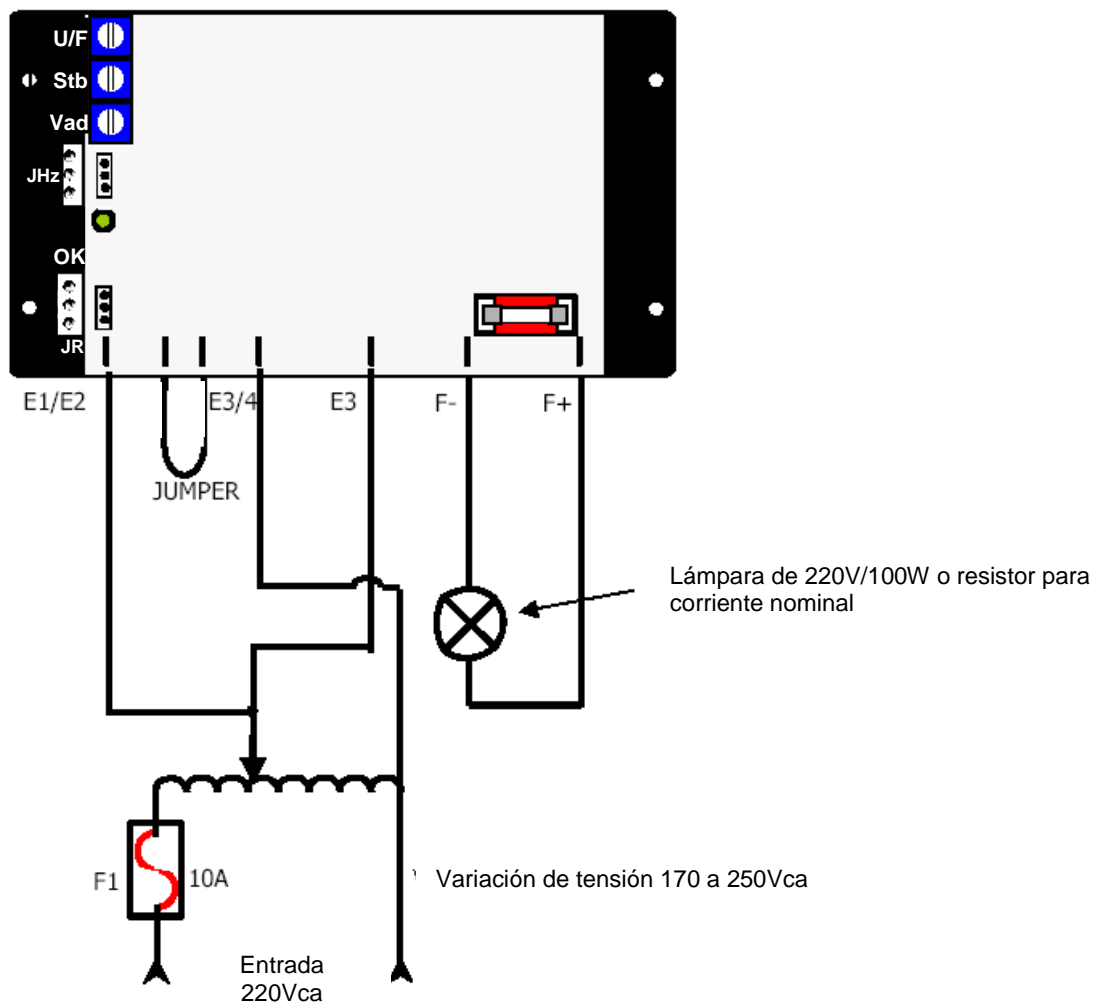

Figura 19.1: Conexión del regulador sin generador.
1. La tensión de la lámpara debe ser la misma tensión aplicada en la entrada. La Figura 19.1 presenta un ejemplo utilizando una lámpara de 220V/100W.